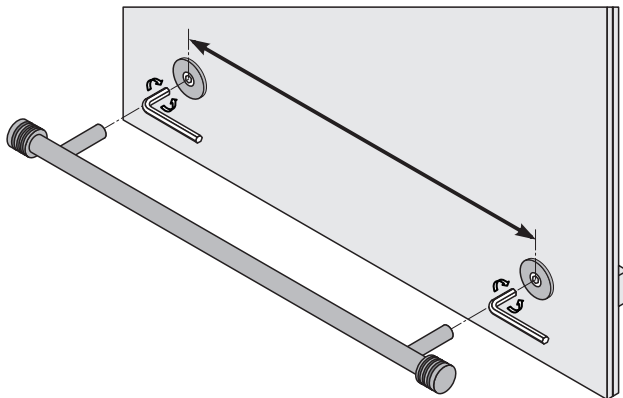
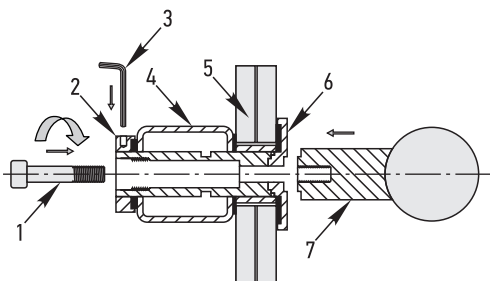
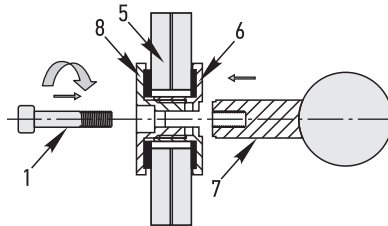

Рис. 15
Рис. 16.1
Рис. 16.2
Для этого нужно совместить резьбовые отверстия на полках либо крючках с отверстиями на стеклянной панели и произвести затяжку винтами с помощью шестигранного ключа (рис. 15, 16.1, 16.2).
Внимание! В случае несовпадения соосности данных отверстий необходимо осуществить регулировку крепежных элементов на стеклянной панели (рис. 15, 16.1, 16.2). Зафиксировать положение переднего отражателя (6) с помощью ключа шестигранника ШГ №5 (идет в комплекте) и ослабить затяжку круглой гайки (2) вращая ее против часовой стрелки ключом ШГ №2,5 (идет в комплекте). Отрегулировать положение данных элементов и зафиксировать их, затянув гайку (2), поворачивая ее по часовой стрелке (рис. 16.1). Аналогично в местах, где отсутствуют коллектора. Зафиксировать передний отражатель (6) с помощью ключа ШГ №5 (идет в комплекте) и ослабить затяжку, поворачивая задний отражатель ключом ШГ №5 против часовой стрелки. Отрегулировать положение данных элементов и зафиксировать их, повернув в обратном направлении. (рис. 16.2).